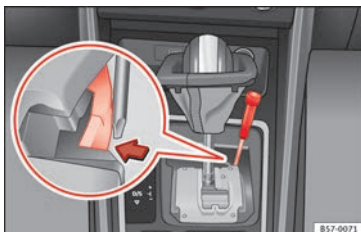

Fig. 54 Leva selettoria: sblocco di emergenza dalla posizione di parcheggio.
- Aiutandosi con un cacciavite, premere lateralmente il gancio giallo di sblocco **fig. 54** e tenerlo premuto.